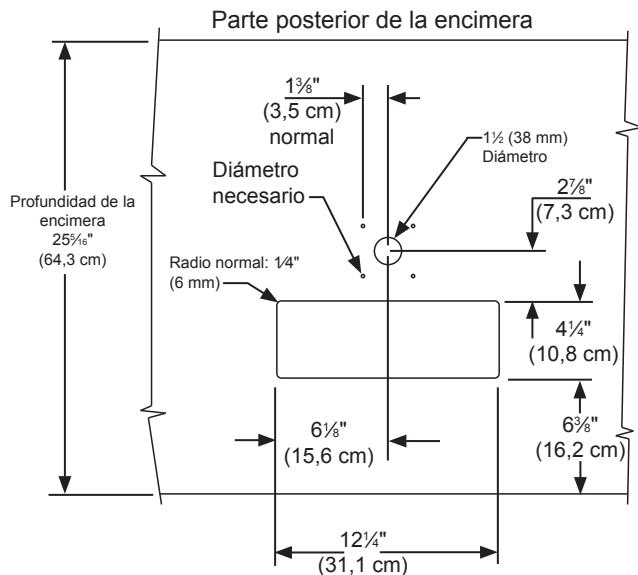

Figura 39
Las medidas del corte indicadas en la Figura 39 están basadas en una encimera de 25 5/16" (64,3 cm) de profundidad. La profundidad de su encimera puede ser diferente a esta; si este es el caso, deberá modificar las medidas. Para definir las medidas requeridas, consulte las dimensiones del producto en las Páginas 8 y 9.
4. Si va a instalar su refrigerador de barriles bajo una encimera, tendrá que perforar 5 agujeros en ella para montar la torre. El primer agujero, ubicado en el centro de la torre, tiene 1 1/2" de diámetro y permite conectar la tubería de cerveza. Está ubicado a aproximadamente 13 1/2" (34,3 cm) del borde delantero de la encimera (para una encimera de 25 5/16" [64,3 cm] de profundidad). A continuación, perfore los 4 agujeros para el montaje de la torre de acuerdo con las medidas indicadas en la Figura 39. El diámetro de estos agujeros depende del material de la encimera y si se requieren, o no, anclajes para los tornillos. Los tornillos suministrados (tipo AB de acero inoxidable n.º 10 x 1") están incluidos con los manuales. Marque y realice el corte rectangular para el sumidero de drenaje. Después de perforar los agujeros y colocar el refrigerador de barriles en su lugar bajo la encimera, pase la tubería de cerveza a través de la junta de la torre, el agujero de 1 1/2" de la encimera y el agujero de la parte superior del refrigerador. Monte la torre en la encimera con los 4 tornillos suministrados. Coloque el sumidero de drenaje (se encuentra con los manuales de la unidad) en la encimera, en el agujero rectangular (el recorte redondeado del sumidero debe quedar hacia atrás, rodeando la torre) y coloque la rejilla en el sumidero.